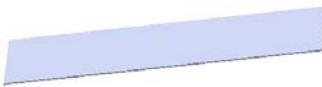
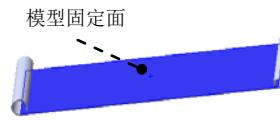

图 14.4.8 展开 1
图 14.4.9 模型固定面
Step5. 创建图 14.4.8 所示的钣金特征——展开 1。
- (1) 选择命令。选择下拉菜单 **插入(I)** → **钣金(H)** → **展开(U)...** 命令 (或单击“钣金”工具栏上的“展开”按钮), 系统弹出“展开”对话框。
- (2) 定义固定面。选取图 14.4.9 所示的模型表面为固定面。
- (3) 定义展开的折弯特征。在“展开”对话框中单击 **收集所有折弯(A)** 按钮, 系统将模型中所有可展平的折弯特征显示在 **要展开的折弯:** 列表框中。
- (4) 单击 按钮, 完成展开 1 的创建。